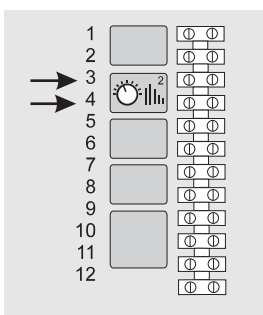

Figura 5-6
4. Conecte el cableado a la caldera de calefacción. Utilice para ello las conexiones 3 y 4 sobre la regleta de la caldera (véase figura 5-6). **Es irrelevante, cuál de los cables se instala en la conexión 3 y cuál en la conexión 4.**